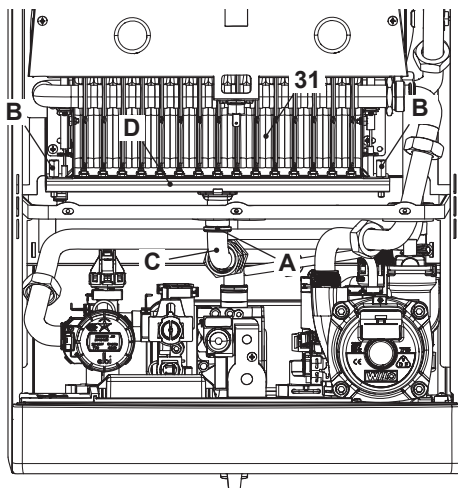

Fig. 8.1
- Svitare il girello "A" e le viti "B" (Fig. 8.1).
- Sfilare frontalmente il collettore gas "D" del bruciatore 31 (Fig. 8.1).
- Eseguire la trasformazione del tipo di gas sostituendo correttamente gli ugelli più le guarnizioni del collettore gas "D" (Fig. 8.1).
- Rimontare il collettore gas sul bruciatore 31 in Fig. 8.1 fissandolo con le viti "B".